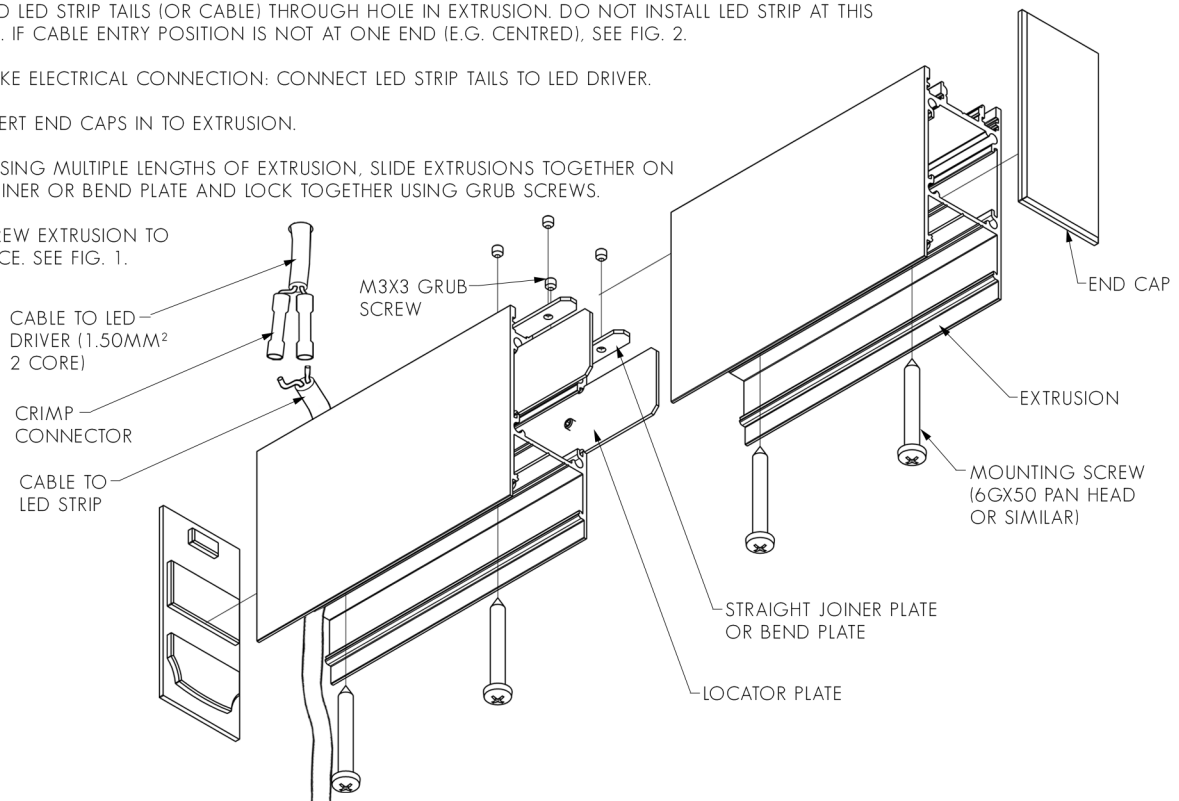

FIG. 1 - ENSURE EXTRUSION IS MOUNTED SECURELY
5. SCREW EXTRUSION TO SURFACE. SEE FIG. 1.